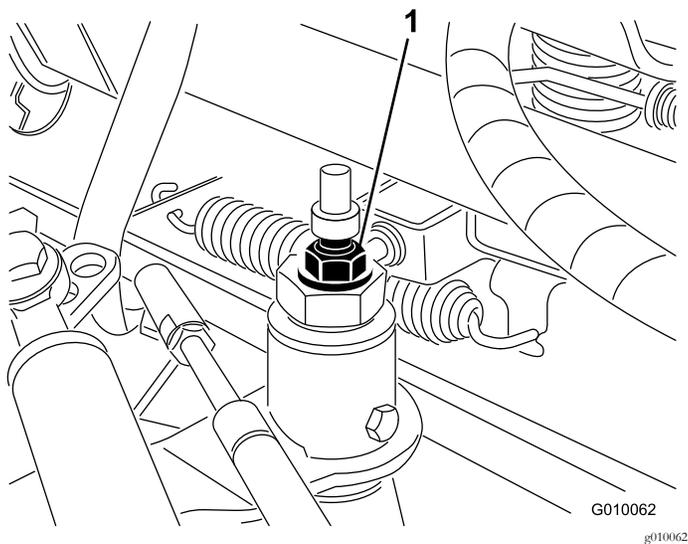

Рисунок 54
3. Ослабьте контргайку на кулачке регулировки тяги (Рисунок 54).